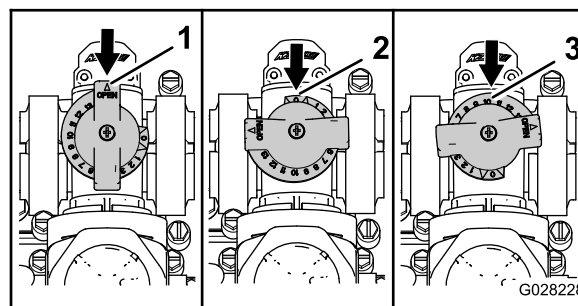

Рисунок 31
- Перепускной клапан перемешивания находится в полностью открытом положении, как показано на виде А на Рисунок 31.
- Перепускной клапан перемешивания находится в закрытом (0) положении, как показано на виде В на Рисунок 31.
- Перепускной клапан перемешивания находится в промежуточном положении (отрегулированном в соответствии с показаниями манометра системы опрыскивания), как показано на виде С на Рисунок 31.